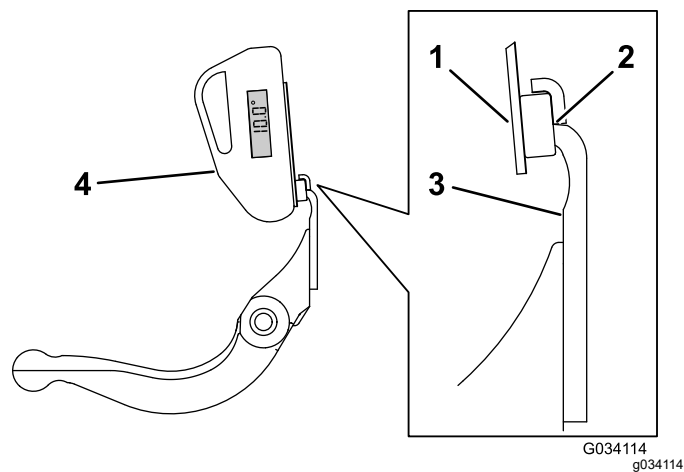

図 24
3. 傾斜計マウントのマグネットのエッジがベッドナイフのエッジに密着するように、ベッドナイフのエッジに傾斜計マウントをセットする図 24。
4. 図 24に示すようにマウントに傾斜計を取り付ける。